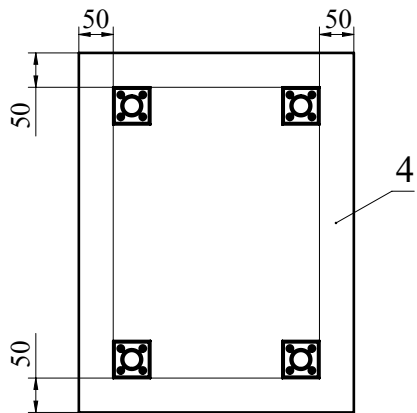

Рис. 6
5. При помощи шурупов 3,5х16 прикрутите опоры к детали 4 (Рис. 6).